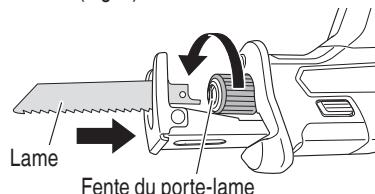

Fig. 7
(1) En tournant le porte-lame dans le sens indiqué par la flèche, insérez la lame à fond dans la petite fente du porte-lame. (Fig. 7)